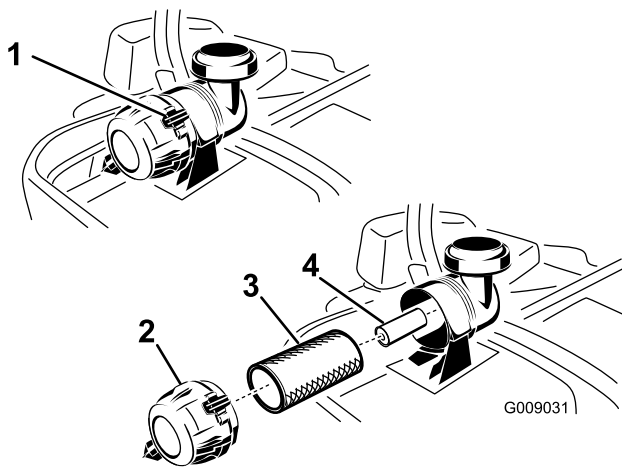

Figure 47
3. Appuyez sur les attaches du filtre à air pour les ouvrir et détachez le couvercle du corps du filtre à air (Figure 47).
5. Sortez l'élément principal du corps du filtre avec précaution (Figure 47). Évitez de cogner l'élément à l'intérieur du corps.
1. Ne nettoyez pas l'élément en papier ; remplacez-le (Figure 47).
2. Si vous remplacez l'élément secondaire, insérez-le avec précaution dans le corps du filtre (Figure 47).
3. Placez ensuite l'élément principal sur l'élément secondaire avec le même soin (Figure 47). Assurez-vous qu'il est bien engagé en appuyant sur le rebord extérieur.
4. Montez le couvercle, reniflard en bas, et tournez-le pour que les attaches verrouillent le couvercle en place (Figure 47).